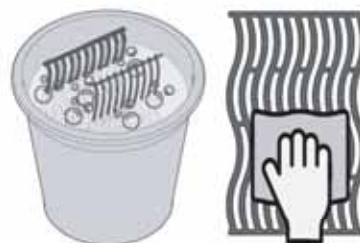

Fig. 3
- Lavez les grilles à la main avec de l'eau et un savon à vaisselle doux pour éliminer tout résidu du processus de fabrication. NE PAS laver au lave-vaisselle. (Fig. 3)